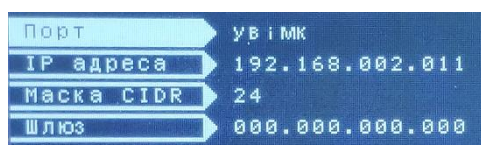

Рисунок 10 – IP параметри
2.1.3. «Конфігурація локальних мереж» - підрозділ призначений для конфігурування параметрів локальних мереж Ethernet, Modbus, «Цифрового стику» (див. рисунок 10).
«**Eternet 1**»/«**Eternet 2**» - задаються IP параметри зв'язку (див. рисунок 10).